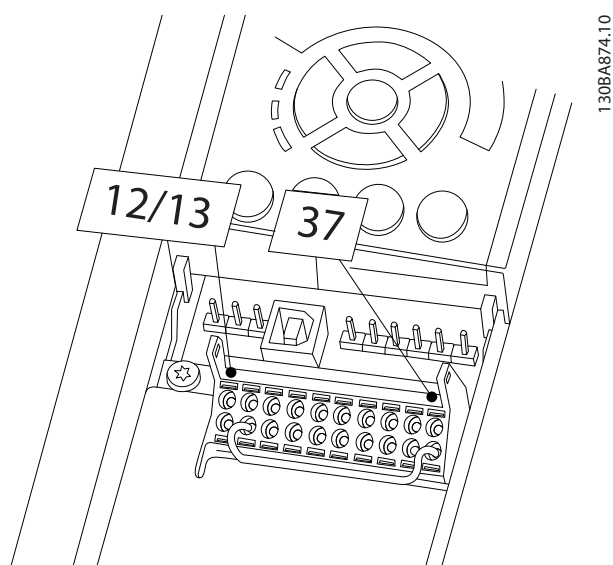

Bild 1.4 Bygel mellan plint 12/13 (24 V) och 37
1. Ta bort bygelledningen mellan styrplint 37 och 12 eller 13. Det räcker inte att klippa eller bryta bygeln för att undvika kortslutning. (Se bygeln i Bild 1.4.)